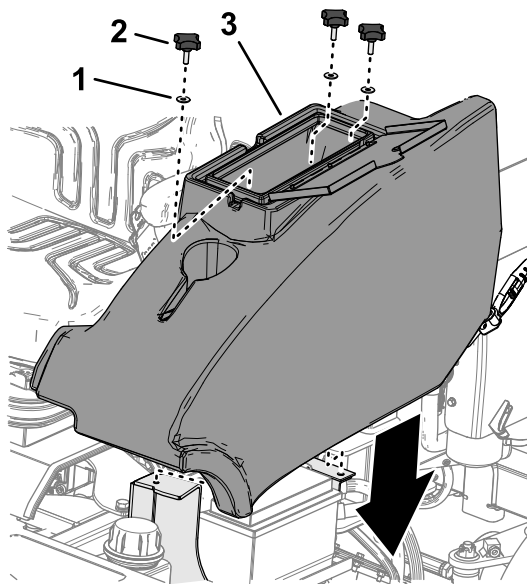

Figura 48
2. Montate il vano portaoggetti alla macchina con le 3 manopole e le 3 rondelle (Figura 48).